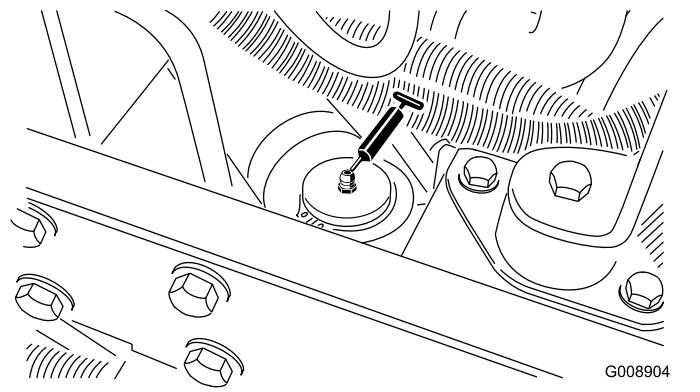

Figura 37
- Cilindro de dirección (Figura 37)